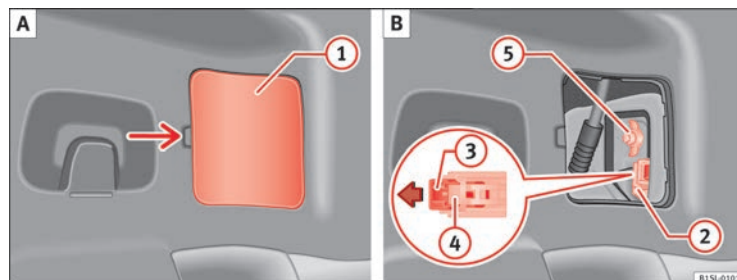

Fig. 153 En el lateral del maletero: A: Desmonte la cubierta, B: Desmontaje de los grupos ópticos traseros.
3. Retire la cubierta ① con cuidado haciendo palanca ⇒ fig. 153 A.
4. Tire del bloqueo ③ en el conector ② en la dirección de la flecha ⇒ fig. 153 B. Ayúdese para ello del destornillador de las herramientas de a bordo.
5. Presione el encastre ④ y extraiga el conector ② ⇒ fig. 153 B.
6. Desenrosque la tuerca de mariposa ⑤ ⇒ fig. 153 B.
13. Sujete con una mano la luz trasera en la posición de montaje y enrosque fijamente la tuerca de mariposa con la otra mano ⑤ ⇒ fig. 153 B.
15. Inserte el conector ② en el portalámparas y presione el bloqueo ③ en el conector en la dirección contraria a la flecha ⇒ fig. 153 B.